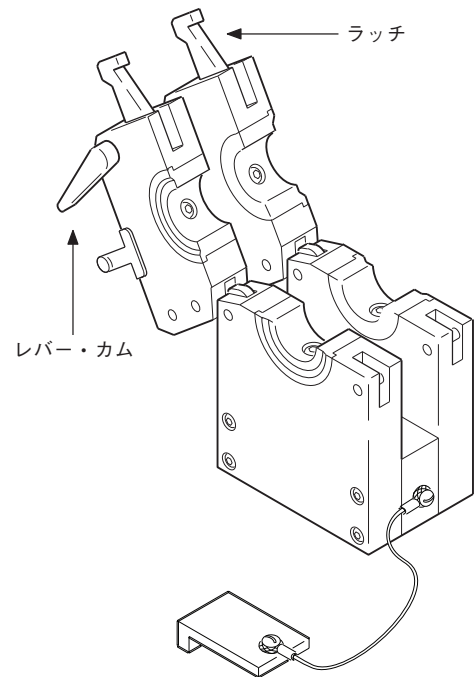

図 22：レバー・カムおよびラッチ
6. レバー・カムおよびラッチがスムーズに動作するか点検します。図 22 をご参照ください。